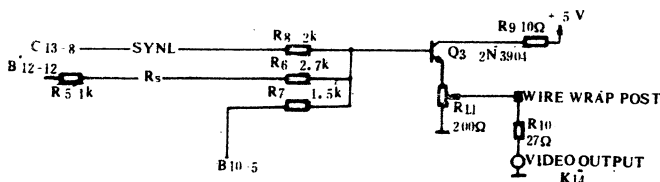

图 1-5 视频电路
5. 主振信号、RESET 信号正常后,检查视频电路(见图 1-5)输出信号的输入端 R8、R6、R7 是否有信号。R6 端正常工作